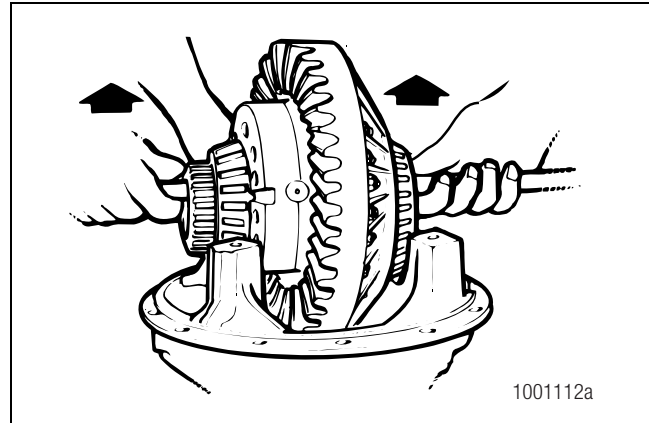

Figura 6.6
- 6. Levante del portadiferencial el conjunto del diferencial y la corona. Incline el conjunto según sea necesario para permitir que la corona salve el apoyo del cojinete de espiga del piñón. Figura 6.6.